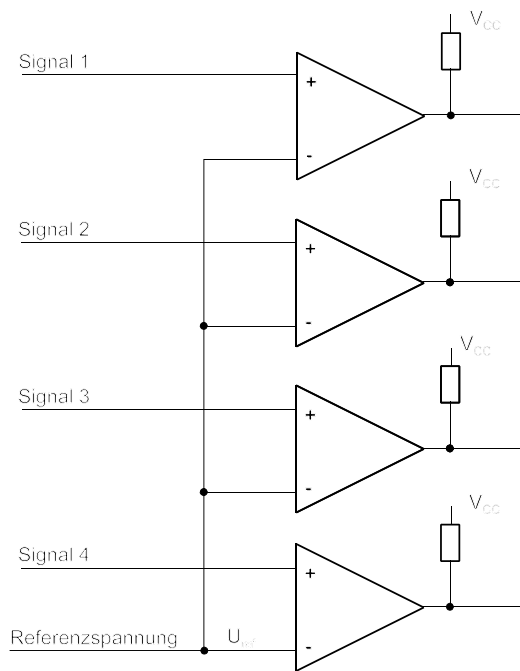
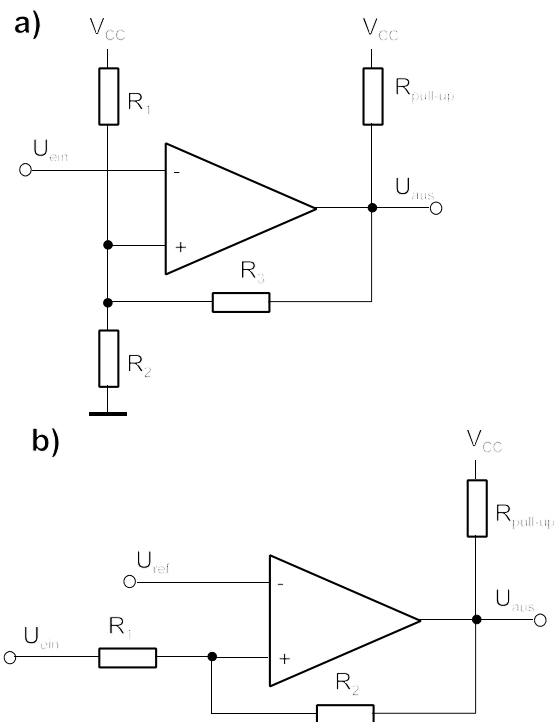

Abb. 1
Abb. 2
1. Mehrere Signale sind mit einer gemeinsamen Referenzspannung U_{ref} zu vergleichen. Es liegt nahe, hierzu Komparatoren einzusetzen (Abb. 1).
- c) Abb. 2 zeigt zwei Schaltungen, in denen dieser Ausweg verwirklicht ist. Welche der beiden Schaltungen a), b) ist für den Einsatzfall von Abb. 1 besser geeignet? Weshalb?